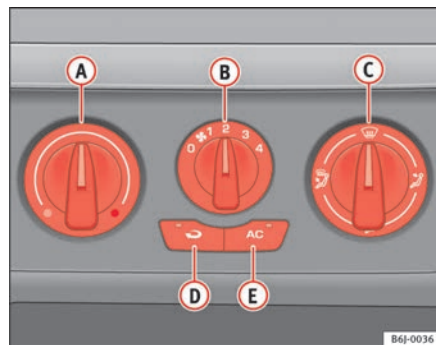

Fig. 89 Mandos del Aire Acondicionado en el tablero de instrumentos
- Desconecte el sistema de refrigeración con la tecla ⇒ fig. 89  (se apaga el testigo de la tecla).